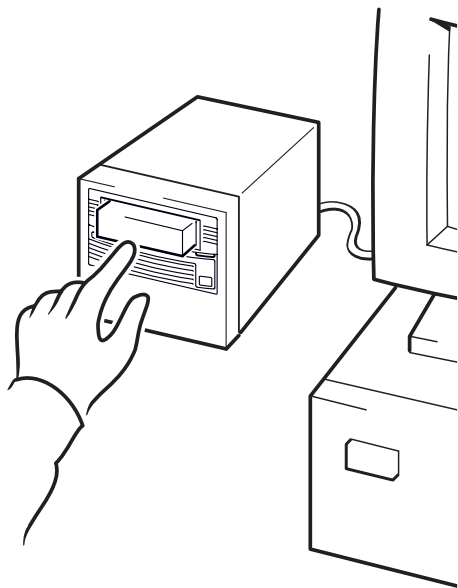

図 10a: HP OBDR の使用方法 : ステップ 1
- 1 最新のブート可能カートリッジをテープ・ドライブに挿入します (図 10a を参照)。カートリッジには、CD-ROM フォーマットでテープにデータを書き込むバックアップ・アプリケーションを使用する必要があります。